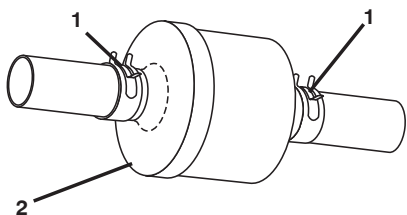

Figure 25
1. Quand le moteur est froid, enlevez le filtre et bouches les tronçons de conduite d'essence (Figure 25).